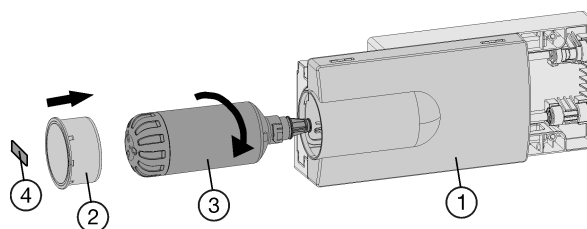

Fig. 49
- Coloque el filtro de agua Fig. 49 (3) y gírelo unos 100° hacia la derecha hasta que haga tope.
- Introduzca el cajón Fig. 49 (1).
- Coloque la tapa del filtro Fig. 49 (2).
- Anote la fecha de la próxima sustitución en la etiqueta adhesiva Fig. 49 (4) suministrada y pegue dicha etiqueta en el módulo.